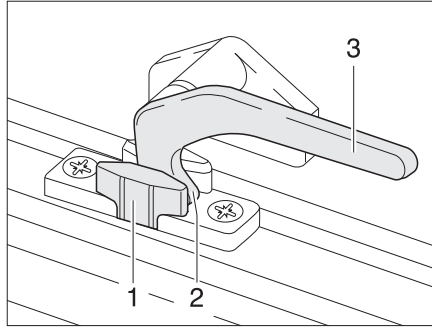

Bild 73 Låsarm i läget "kontinuerlig vädring"
- I läget "kontinuerlig vädring" (Bild 73)
- Sväng låsarmen (Bild 73,3) ett kvarts varv mot fönstrets mitt.
- Sväng låsarmen ett kvarts varv mot fönsterkarmen. Därvid måste låsspaken (Bild 73,2) föras in i spåret på fönsterlåset (Bild 73,1).